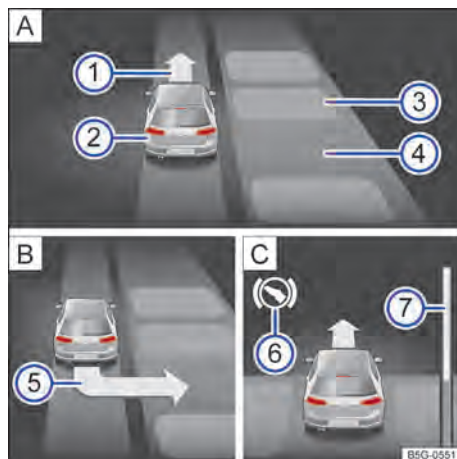

Fig. 117 No display do instrumento combinado: estacionar lado a lado. **A** Procurar uma vaga de estacionamento. **B** Posição para estacionar. **C** Manobrar.
- Estacionar ao aparecer no display do instrumento combinado a indicação de estacionamento → Fig. 117  → Página 154.
Legenda da → Fig. 117 (modo de estacionamento lado a lado com marcha a ré):
- Frear quando soar um alarme sonoro indicando para mudar de direção, acender a seta → Fig. 117 ① [A], acender o símbolo branco [S] ou mostrar uma mensagem.